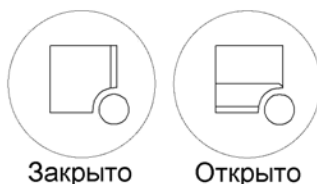

Рис.6. Положения фиксаторов защитной решетки вентилятора
5.5. Перед включением изделия необходимо убедиться, что защитная решетка б (рис.1) находится на месте и зафиксирована рис.6.